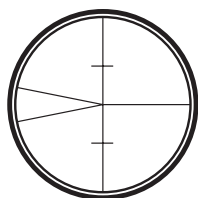

Fig. 3
1. **Focalizarea firelor stadimetrice transversale** (Fig. 3) prin îndreptarea telescopului către un fundal luminos sau prin amplasarea unei foi albe de hârtie în dreptul lentilelor obiectivului, și apoi prin rotirea ocularului până în punctul în care firele stadimetrice transversale sunt de culoare neagră și se văd clar.